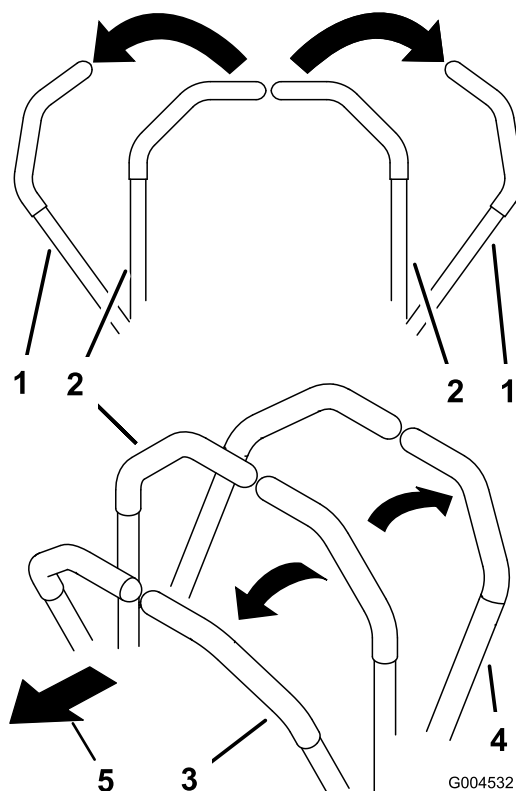

Figura 18
3. Para andar para a frente empurre as alavancas de controlo do movimento para a frente (Figura 18).
Para andar a direito, aplique pressão igual em ambas as alavancas de controlo do movimento (Figura 18).
Para rodar, mova a alavanca de controlo de movimento para ponto-morto na direção para a qual quer virar (Figura 18).
2. Para andar para trás, puxe as alavancas de controlo do movimento para trás (Figura 18).
Para rodar, liberte a pressão da alavanca de controlo de movimento virada para a direção para a qual quer virar (Figura 18).